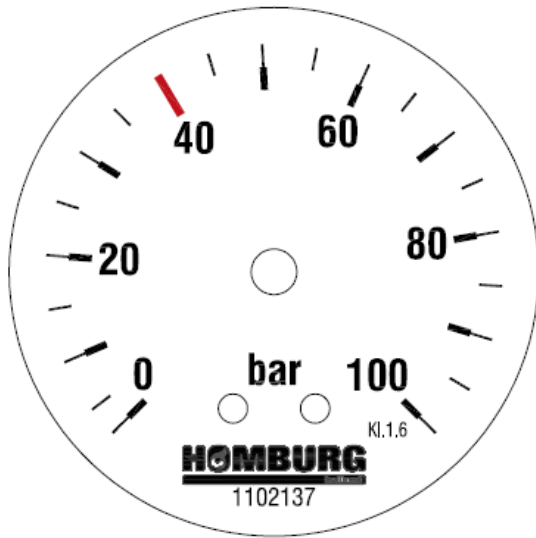

Figure 6 - Indicateur de pression de l'eau de rinçage
- B. Manomètre. Indique la pression de la pompe de rinçage en bar. (voir Figure 6)